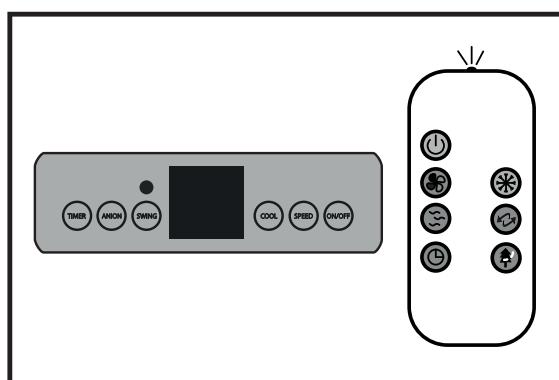

Fig. 8
► **4.2. CONTROL PANEL, USE AND FUNCTIONS FOR MODEL BC60 (Fig. 8):**